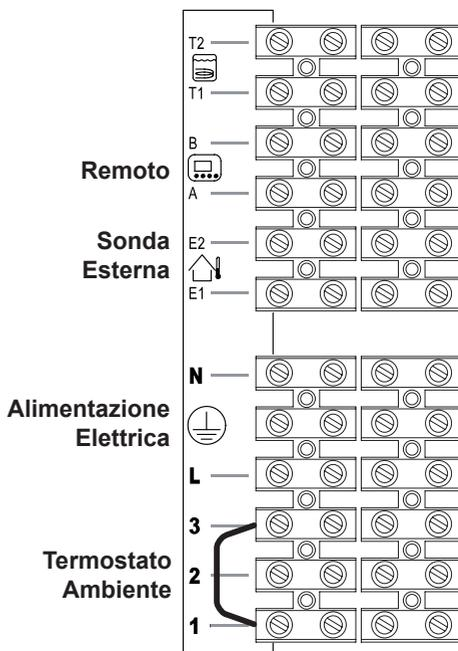
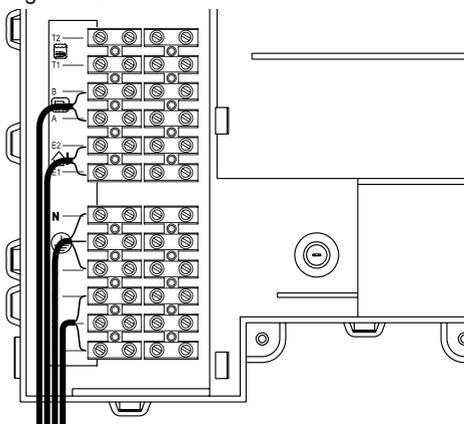

Figura 5.19
Figura 5.20
- Collegare il cavo di alimentazione elettrica proveniente dall'interruttore onnipolare alla morsetteria di alimentazione elettrica della caldaia Figura 5.19 rispettando la corrispondenza della linea (filo marrone) e del neutro (filo azzurro).
Il percorso del cavo o dei fili di alimentazione elettrica della caldaia e del termostato ambiente devono seguire il percorso indicato in Figura 5.20.
Per il collegamento di un termostato ambiente servirsi dei morsetti indicati in Figura 5.19.
Per il collegamento di valvole di zona servirsi dei morsetti termostato ambiente indicati in Figura 5.19 e Figura 5.20. I conduttori elettrici dei contatti del micro della valvola di zona vanno inseriti nei morsetti "1 e 3" della morsettiera termostato ambiente come in Figura 5.20.
Il percorso dei fili di collegamento della sonda esterna devono seguire il percorso indicato in Figura 5.20.
Il percorso del cavo del comando remoto deve seguire il percorso indicato in Figura 5.20.